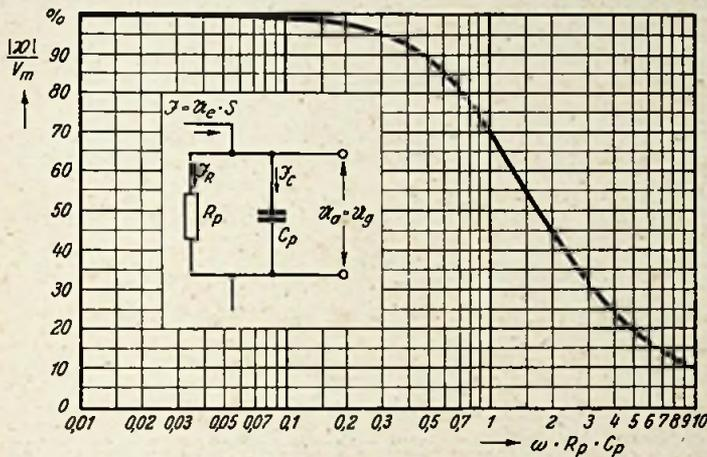

Abb. 18. Verlauf der relativen Verstärkung an der oberen Frequenzgrenze und vereinfachtes Ersatzschaltbild zu Abb. 17
Die parallelgeschalteten Widerstände und Kapazitäten können zu einem Widerstand bzw. einer Kapazität zusammengefaßt werden, so daß das vereinfachte Ersatzschaltbild in Abb. 18 entsteht. Es ist dabei:
Hierzu zeigt die Kurve in Abb. 18 den Verlauf der relativen Verstärkung für verschiedene Werte von $\omega \cdot C_p \cdot R_p$ zwischen 0,01 und 10. Die Grenzfrequenz¹³⁾ ist dann gegeben, wenn
Wird die Steilheit auf 5 mA/V eingestellt, dann ist die mittlere Verstärkung nach (32) $V_m = 5 \cdot 10^{-3} \cdot 4270 = 21,4$ fach. Bei 1,5 MHz ($\omega \cdot R_p \cdot C_p = 1$) fällt sie nach der Kurve in Abb. 18 auf den 0,707fachen Wert, d. i. rd. 15. Bei 3 MHz hat sie nur noch den 0,32fachen Wert von V_m , ist also auf eine etwa 6,8fache Verstärkung gesunken.
Da dieser Strom aber an dem Gitterwiderstand der folgenden Röhre deren Steuer Spannung hervorruft, wird diese dementsprechend phasenverschoben. Der Gesamtanodenwechselstrom $I = S \cdot U_g$ teilt sich in die Ströme I_R durch den Widerstand R_p und I_C durch die Kapazität C_p (s. Abb. 18).